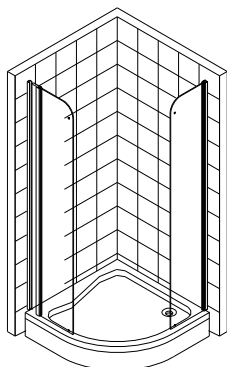

Fig. 3
- 3) Introduceti partea fixa in profilul de sticla. (Fig.3)